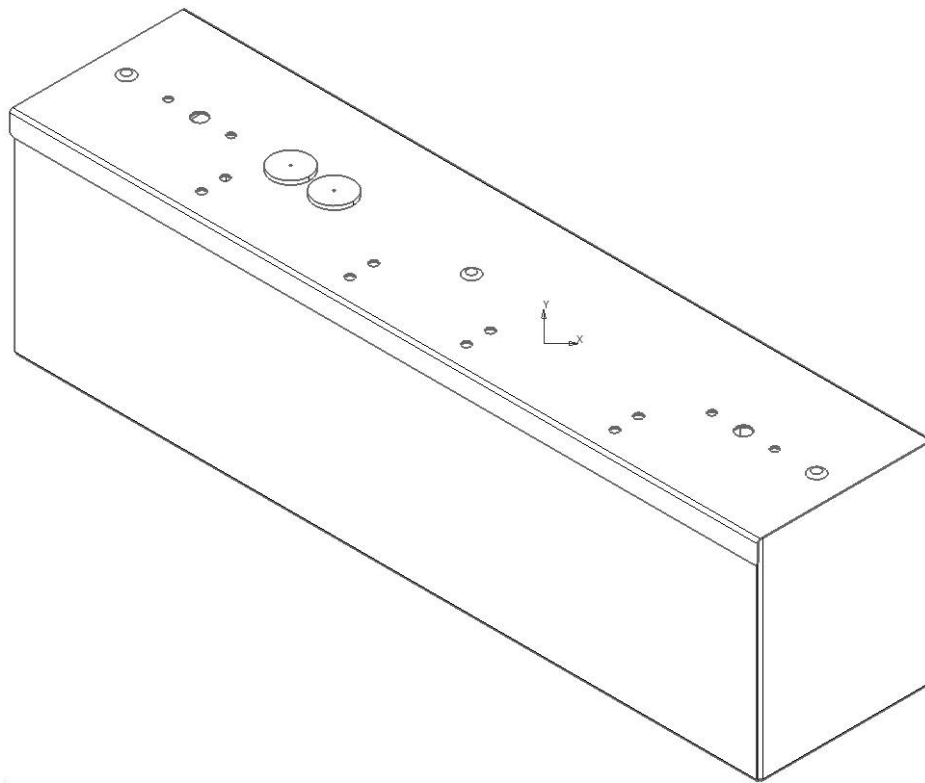

Рисунок 7 - Схема установки отсека источника питания и БАП светильника ДВО18
5.3.6. Установите крышку отсека источника питания и БАП, закрутив 2 винта (см. рисунок 7).